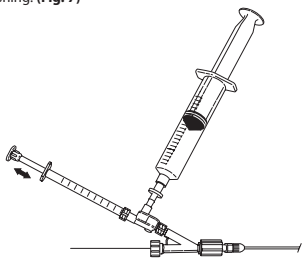

Fig. 8
11. Infundera lösning genom att dra upp önskad dos i 1 mL-sprutan och injicera. Fyll på 1 mL-sprutan och upprepa infusionstekniken enligt behov. (Fig. 8)